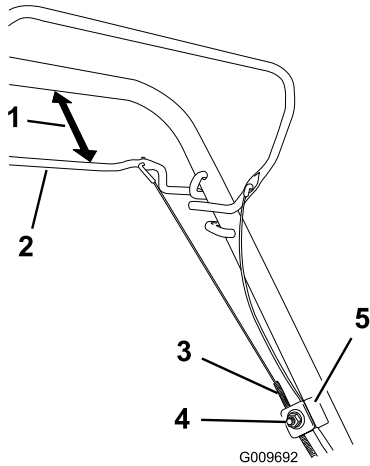

Figura 24
1. Afloje la tuerca del soporte del cable (Figura 24).
2. Sujete la barra de la transmisión autopropulsada a una distancia de 1 a 1-1/2 pulgadas (25 a 38 mm) del manillar (Figura 24).
3. Tire hacia abajo de la cubierta del cable (hacia el cortacésped) hasta eliminar la holgura en el cable (Figura 24).